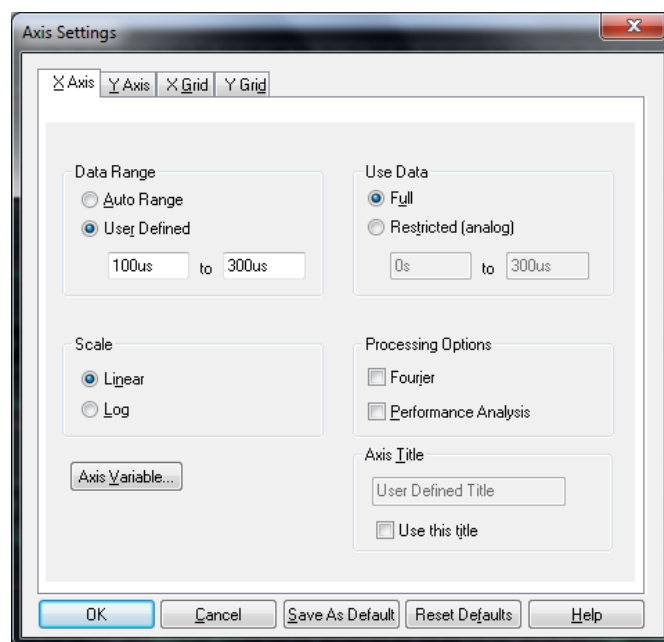

Рисунок 6.15 – Вікно *X Axis Settings*
19. Для того, щоб переформатувати вісь координат X , відкрийте в *Probe* меню *Plot* і виберіть в ньому опцію *Axis Settings* (рис. 6.15).